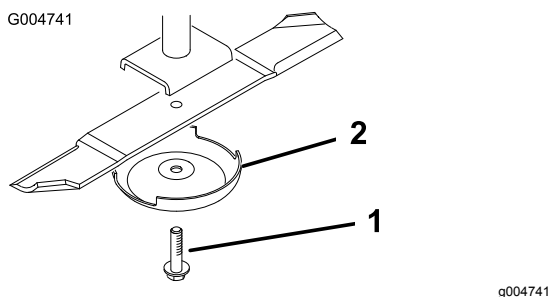

Figure 112
3. Enlevez le boulon, la coupelle de protection et la lame de l'axe de pivot (Figure 112).